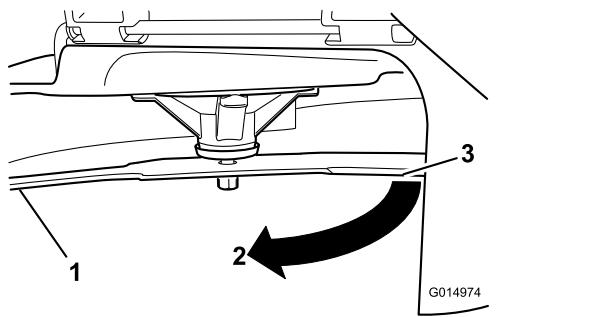

Figura 66
3. Distância medida entre a lâmina e a superfície (A)
4. Rode a mesma lâmina 180 graus para que a extremidade de corte oposta fique na mesma posição (Figura 66).